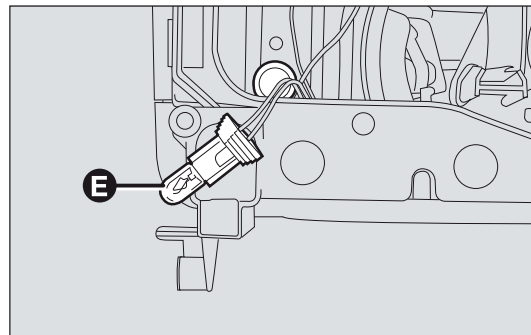

fig. 143
- ☐ asportare la lampada bruciata E-fig. 143 ed inserire la nuova lampada;